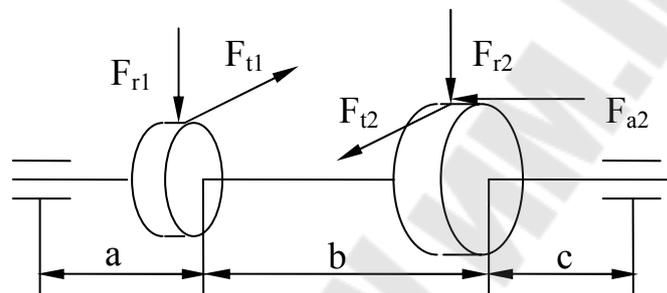

Рис. 3.4
5. Сделать уточненный расчет вала для заданной схемы (рис. 3.4), если  $F_{t1} = 1500$  Н,  $F_{r1} = 558$  Н,  $F_{t2} = 750$  Н,  $F_{r2} = 279$  Н и  $F_{a2} = 159$  Н. Исходные данные приведены в табл. 3.5